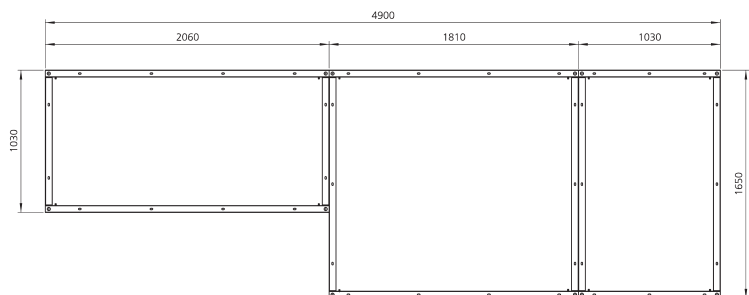

Abb. 2-1: KLIMANAUT 30 Rahmengestell ohne Schalldämpfer
- Wird die Verschraubung des Geräts durch den Grundrahmen vorgenommen, beachten Sie die Abmessungen in Abb. 2-1 oder 2-2.